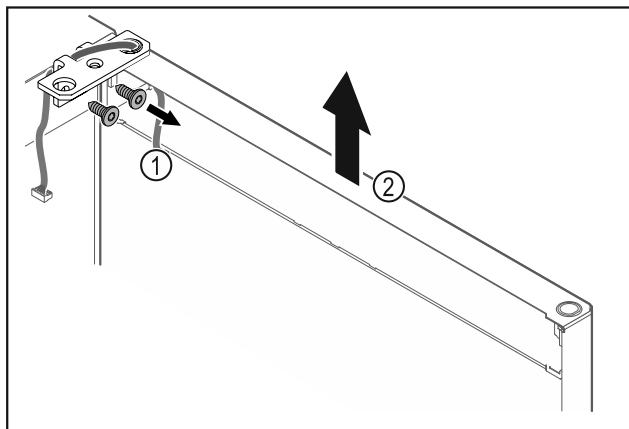

Fig. 25
- Dévisser l'équerre de la charnière Fig. 25 (1).
- Soulever la porte (équerre de charnière incluse) Fig. 25 (2) d'environ 200 mm (7.87 in) et la retirer.